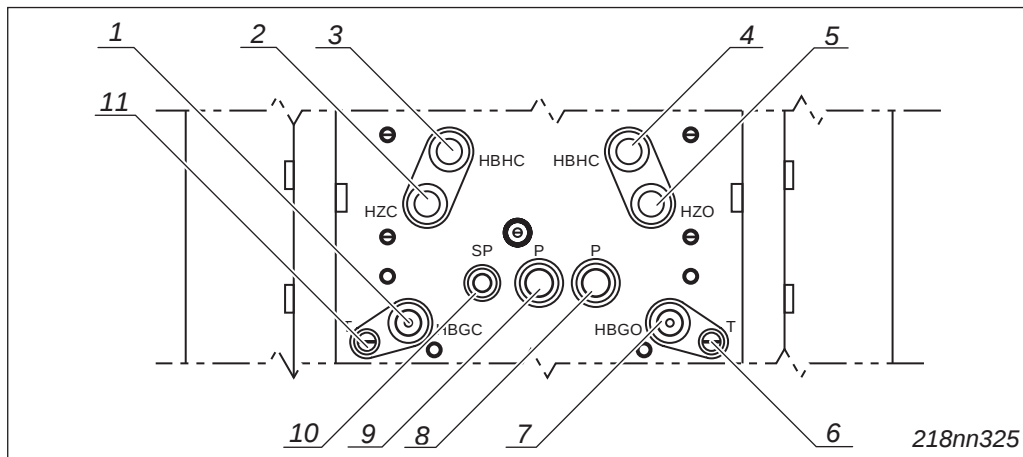

图3-14 带有导线连接控制柜的背视图
1. 测试减震器是否已拧入排气连接（6）和（11）（➔ 第3-25页，图3-14）。